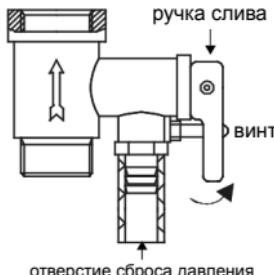

Рис. 6
4. На входной патрубок обозначенный голубым цветом и стрелкой направления течения воды накрутите предохранительный клапан так, чтобы течение воды совпадало с направлением стрелки на корпусе клапана. На отверстие сброса давления предохранительного клапана (см. рис. 6) оденьте дренажную трубку* для отвода воды (возможно появление при нагревании) в канализацию (трубку необходимо направить строго вниз и запрещено перегибать её).
6. Чтобы слить воду из внутреннего резервуара необходимо, воспользоваться предохранительным клапаном: открутить винт ручки слива предохранительного клапана и перевести ручку слива в верхнее положение, при этом кран выхода горячей воды должен быть открыт, а кран подачи холодной воды в водонагреватель должен быть перекрыт (смотри рис. 6). Из отверстияброса давления предохранительного клапана потечет вода. Никогда не сливайте воду, если ее температура выше 50 °C, т. к. это может привести к ожогам.